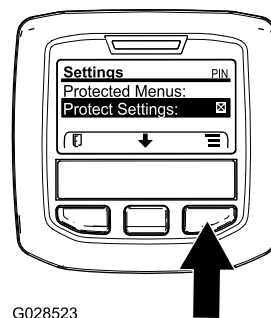

Рисунок 73
**Примечание:** Если в ячейке справа от пункта Protect Settings (Защитить настройки) нет символа X, подменю для левой стрелы (L Boom), средней стрелы (C Boom), правой стрелы (R Boom) и пункт Reset Defaults (Сброс на настройки по умолчанию) не заблокированы ПИН-кодом (Рисунок 73).
**Примечание:** Символ «X» появится в ячейке справа от пункта Protect Settings (Защитить настройки) (Рисунок 73).